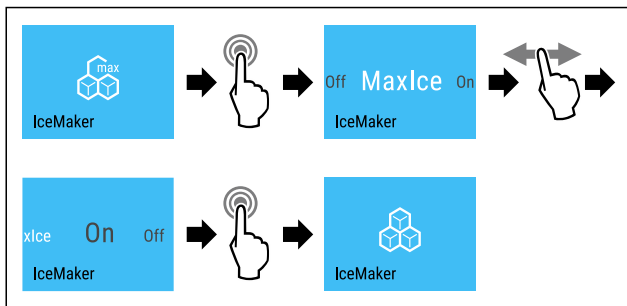

Fig. 22
- ▶ Proved'te akční kroky (viz Fig. 22) .